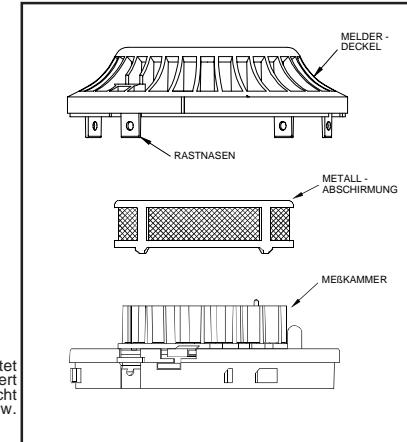

Abb. 2 Melder mit abgenommenem Deckel
- Entfernen Sie den Deckel des Melders. Benutzen Sie dazu einen kleinen Schlitzschraubendreher, der die 4 Rastnasen des Deckels öffnen kann (s. Abb. 2).